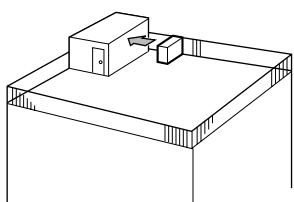

Fig. 3-2
- ① Positionner la sortie d'air vers le mur le plus proche et à environ 50 cm (19-11/16") de celui-ci. (Fig. 3-2)